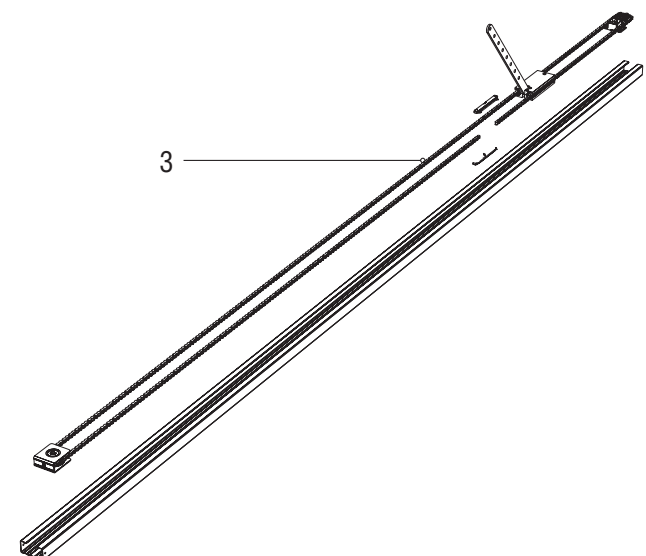

Рис. 3
4. Достаньте цепь с механизмом каретки поз. 3 (рис. 3).